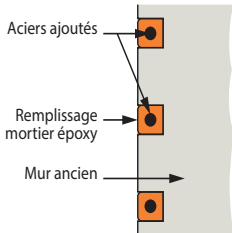

Fig.12 Engravure
- Renforcement par engravures d'armatures dans un mur (Fig. 12)